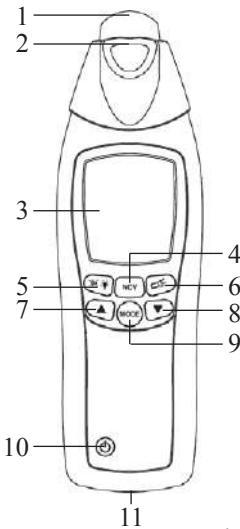
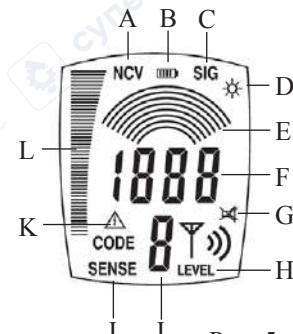

Рис. 4
Рис. 5
- Для большей точности обнаружения на приёмнике должна быть выбрана минимальная чувствительность: все дугообразные кривые на графической шкале E (рис. 5). Настройка чувствительности производится с помощью кнопок \blacktriangle и \blacktriangledown (рис. 4).